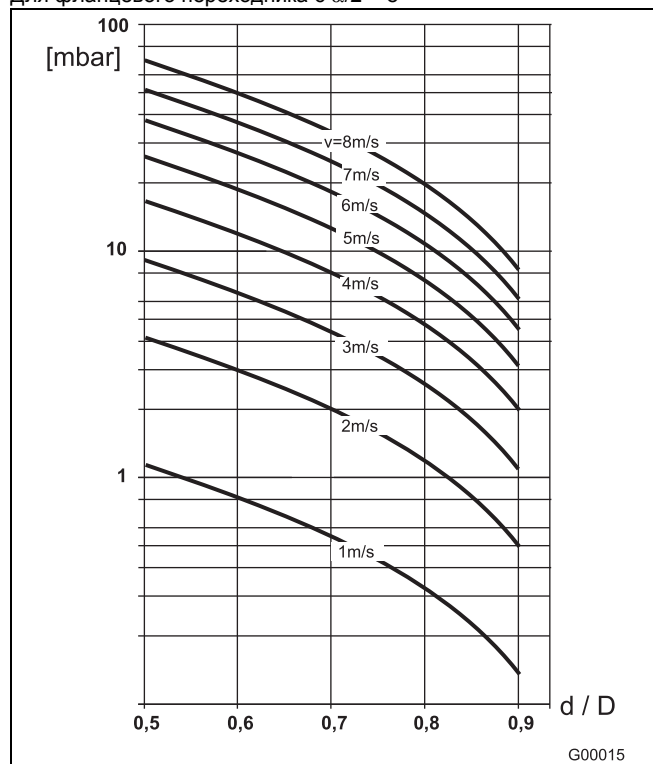

Рис. 24
2. По номограмме расхода (Рис. 24) определить скорость потока.
3. На по оси Y Рис. 24 определить потерю давления.